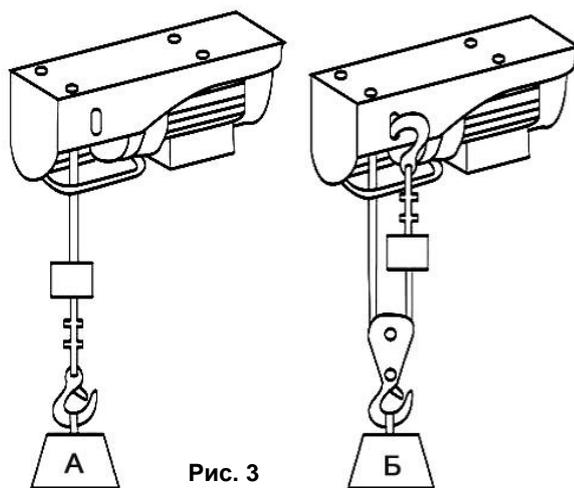

Рис. 3
- В зависимости от массы поднимаемого груза выберите один из двух возможных вариантов использования электротельфера: без полиспаста вариант «А» и с полиспастом (система с блоком) вариант «Б» (См. Рис.3).
- Обратите внимание на то, что вариант «Б» (См. Рис.3) позволяет двукратно повысить грузоподъёмность тельфера, однако высота и скорость подъёма в этом случае уменьшается также в 2 раза.